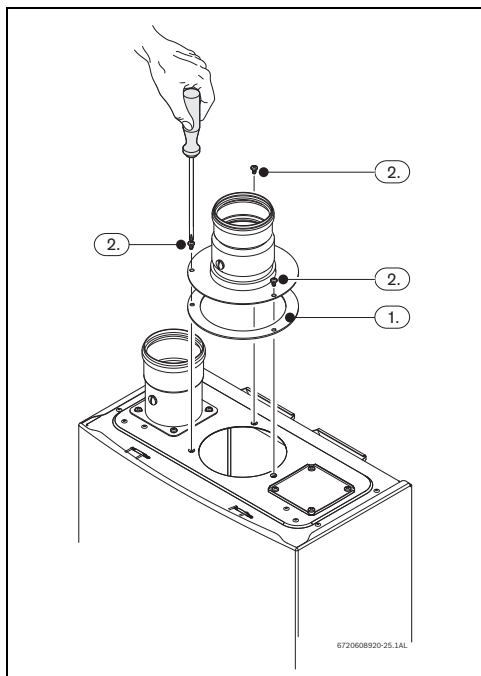

Fig. 26
- Colocar el sello entre el aparato y el accesorio, consultar la Fig. 26 , pos. 1.
- Apretar los 3 tornillos del accesorio de evacuación, consultar la Fig. 26 , pos. 2.